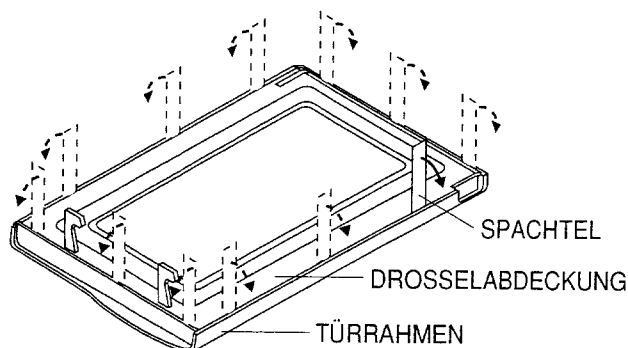

Abbildung C-7. Ausbau der Tür
3. Einen Spachtel (ca. 0,5 mm dick) in den Spalt zwischen Drosselabdeckung und Türrahmen - siehe Abbildung C-7 - schieben, um das Eingriffsteil zu lösen.